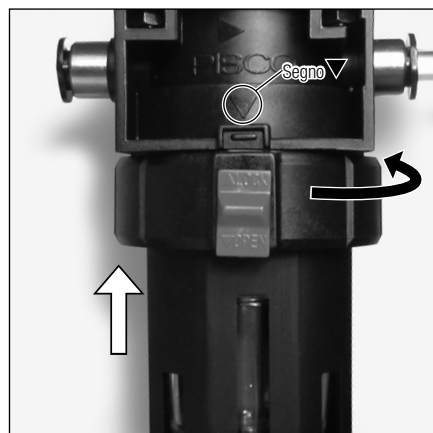

Fig. 38
- 11) Allineare il tasto di blocco alla posizione della scanalatura nella struttura del filtro dell'aria e premerlo verso l'alto fin quando non rimane alcuno spazio tra il supporto della custodia e la struttura del filtro dell'aria. Girarlo in senso antiorario fin quando il tasto di blocco non raggiunge la posizione ▼ (Fig. 38).